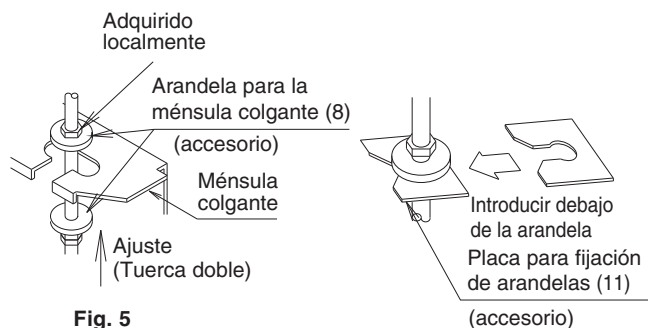

Fig. 5
(1) Instale en forma temporaria la unidad interior.
- Fije la ménsula colgante al perno de suspensión. Fíjela bien con tuerca y arandela desde sus lados superior e inferior. (Refiérase a la Fig. 5)